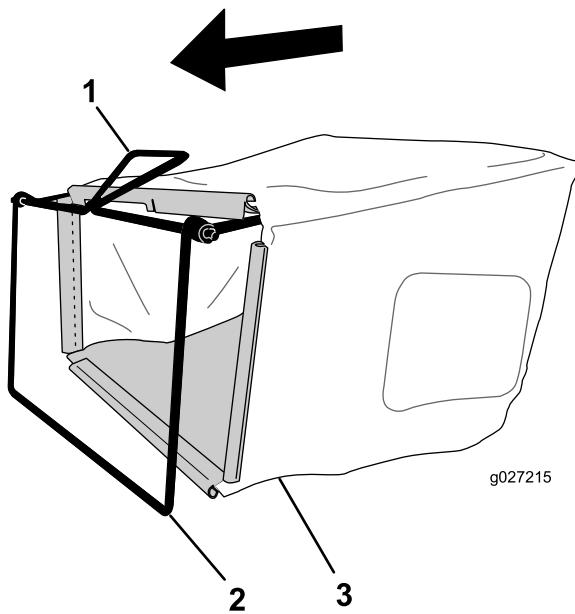

Figura 7
1. Coloque el recogedor sobre el bastidor, según se muestra en la Figura 7.
Nota: No coloque la bolsa sobre el manillar (Figura 7).